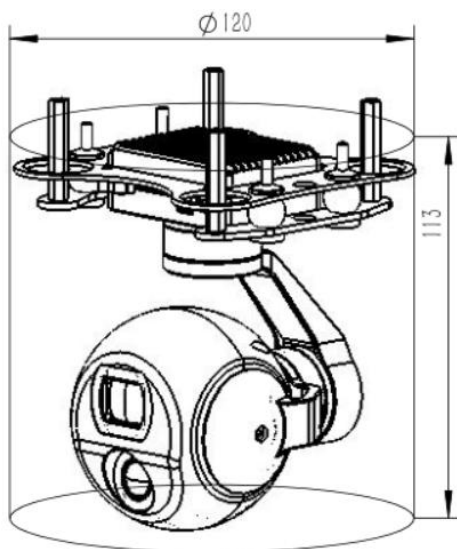

图 1-1-1 双光一体云台结构
DHU05G207 是一款集成可见光 5 倍变焦相机、256*192 热成像模块、高精度三轴增稳吊舱的定焦双光小吊舱，采用网络 IP、HDMI 双输出，具有稳定性高、体积小、重量轻、功耗低的特点；可见光相机采用有效像素 400 万的 SENSOR；热成像采用 256x192 分辨率氧化钒探测器。系统支持网络 RTSP 码流输出，支持多种画中画模式，多种伪彩显示，支持全局测温功能。串口^①、S.BUS 与网络均可对相机及云台进行控制，支持本地 TF 双路录像拍照。支持 9 倍数字变焦。此款热成像镜头焦距为 7mm。云台结构如图 1-1-1 所示：